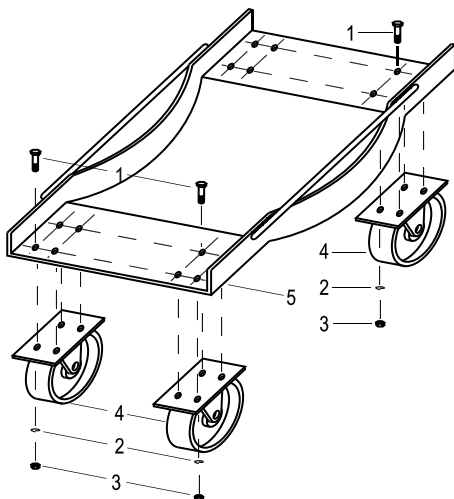

Рисунок 2 – Устройство изделия 9.62
2. Для 9.62: закрепите поворотные колеса (поз. 4, рис. 2) с помощью болтов и гаек, используя гроверную шайбу, на основной раме. Тележка 9.61 поставляется в уже готовой к работе.